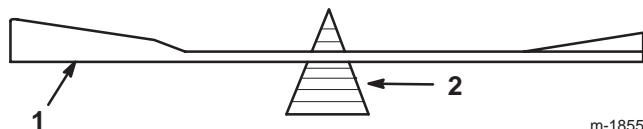

Bild 34
2. Überprüfen Sie die Auswuchtung jedes Messers auf einer Ausgleichsmaschine (Bild 34). Wenn das Schnittmesser in seiner horizontalen Position bleibt, ist es ausgewuchten und kann wiederverwendet werden. Feilen Sie, wenn das Schnittmesser nicht ausgewuchten ist, an der Rückseite des Messers etwas Metall ab. Wiederholen Sie diesen Vorgang, bis das Messer ausgewuchten ist.